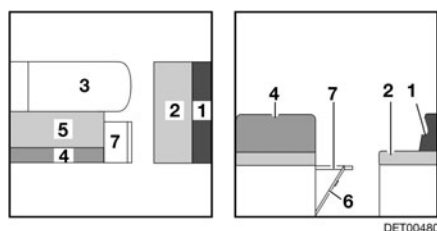

Fig. 113 Pendant la transformation
- Rabattre la rallonge de la banquette (Fig. 113,7) vers le haut et enclencher avec le rabat.